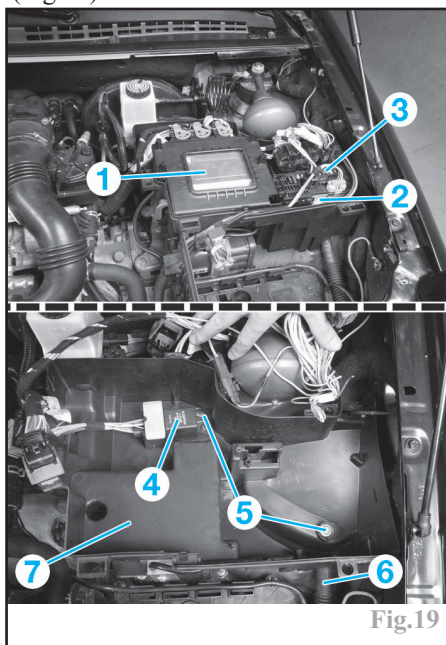
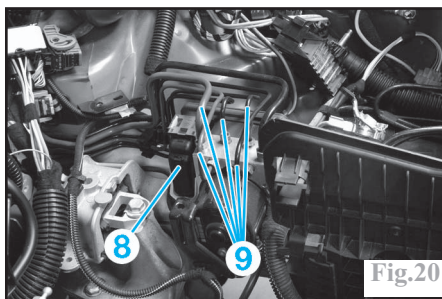

Fig.19
Fig.20
- le calculateur de gestion moteur (1) (Fig.19).
Débrancher le connecteur (8) (Fig.20) du calculateur.
- la masse (2).
- la boîte à fusibles (3).
- le boîtier de préchauffage (4).
- les 2 vis (5).
- le conduit de refroidissement (6).
- le support calculateur (7).